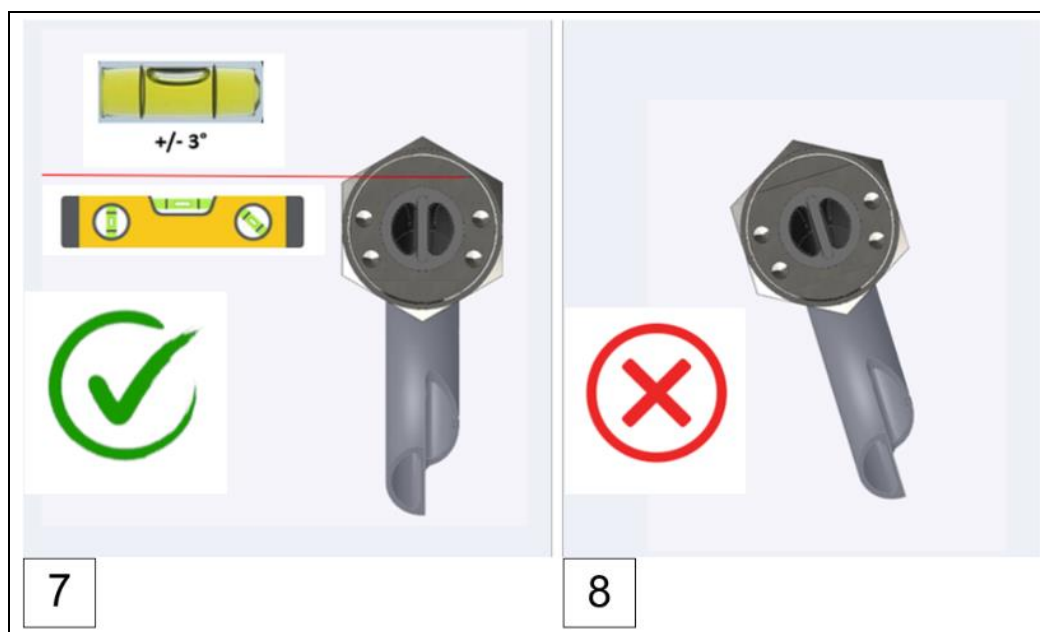

Fig.: 26 : Proceso de montaje, conexión a la pared del motor VN301^{plus} (pasos 1-8)
- La posición de aspiración del codo de aspiración debe encontrarse fuera de zonas con barboteo directo de aceite. (Véase fig. 26)